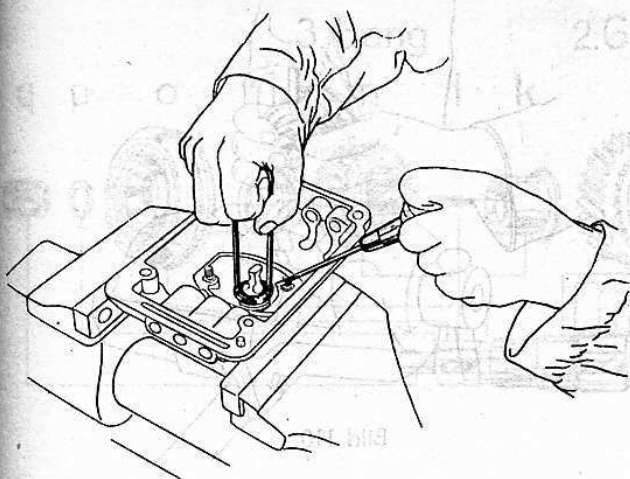

Bild 103
- 27. Schalthebel ausbauen. Mit Spannbügel (Wst 1213) Federteller niederdrücken (Bild 103), Sprengringhälften herausnehmen, Schalthebel herausziehen, Federteller, Feder und Scheibe herausnehmen.